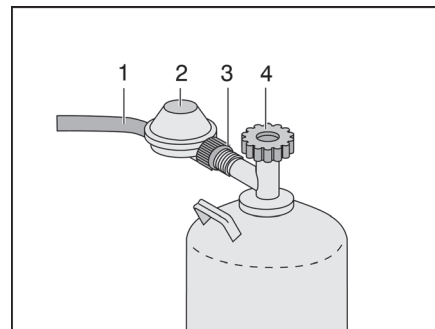

Bild 154 Anschluss Gasflasche
- Haupt-Absperrventil (Bild 154,4) an der Gasflasche schließen. Pfeilrichtung beachten.
- Gasdruckregler (Bild 154,2) festhalten und Rändelmutter (Bild 154,3) öffnen (Linksgewinde).
- Gasdruckregler mit Gasschlauch (Bild 154,1) von der Gasflasche abnehmen.
- Gasdruckregler (Bild 154,2) mit Gasschlauch (Bild 154,1) an die Gasflasche ansetzen und Rändelmutter (Bild 154,3) von Hand fest zudrehen (Linksgewinde).